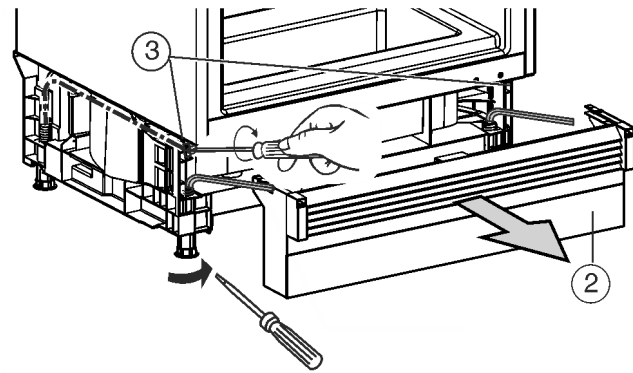

Fig. 10
- ▶ Retire hacia delante el panel de zócalo Fig. 10 (2).
- ▶ Desenrosque las patas de regulación traseras Fig. 10 (3) utilizando un destornillador y las patas de regulación delanteras utilizando una llave macho hexagonal del 8 de forma alternante hasta apenas llega a la parte inferior de la placa de trabajo.
- ▶ Desenrosque las patas de regulación traseras Fig. 10 (3) utilizando un destornillador y las patas de regulación delanteras mediante una llave macho hexagonal del 8 (con las patas de regulación enroscadas) o bien, utilizando un destornillador (con las patas de regulación desenroscadas) de forma alternante como máximo. La carrera de ajuste es como máximo de 1-31/32" (50 mm).